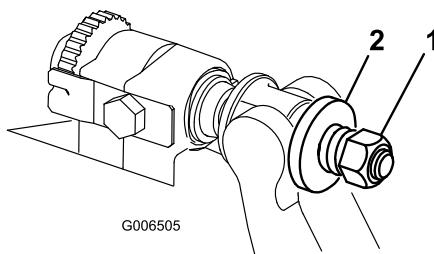

図 20
6. スプリングがつぶれるまでテンションナットを締め、そこから半回転戻す(図 20)。